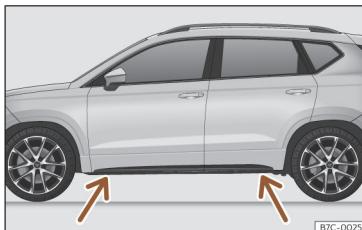

Fig. 214 Pontos de apoio do macaco.
- Procure na longa-ri- na a marca do ponto de apoio do macaco (zona afundada) mais próximo da roda a substituir >>> Fig. 214.